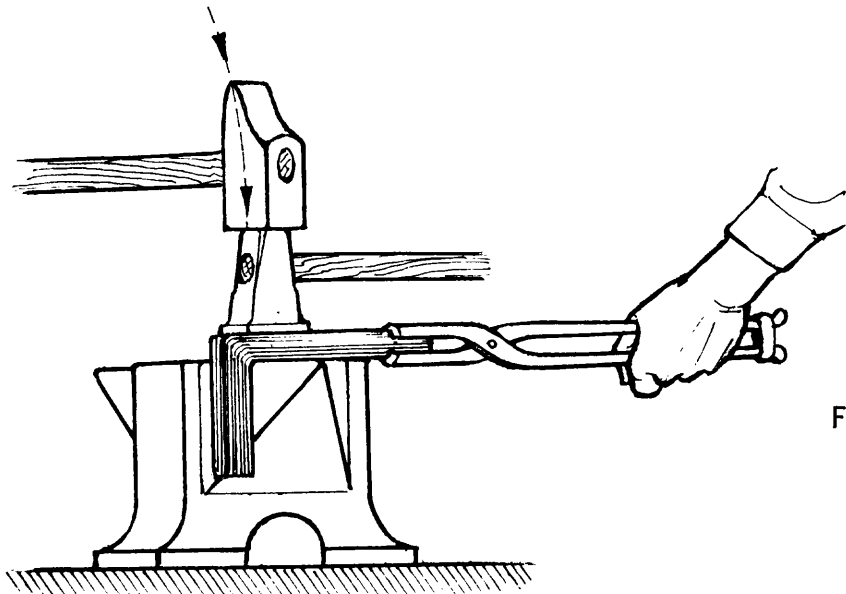

Fig. 4
- ___ c Aplane las superficies que presenten irregularidades (fig.4).